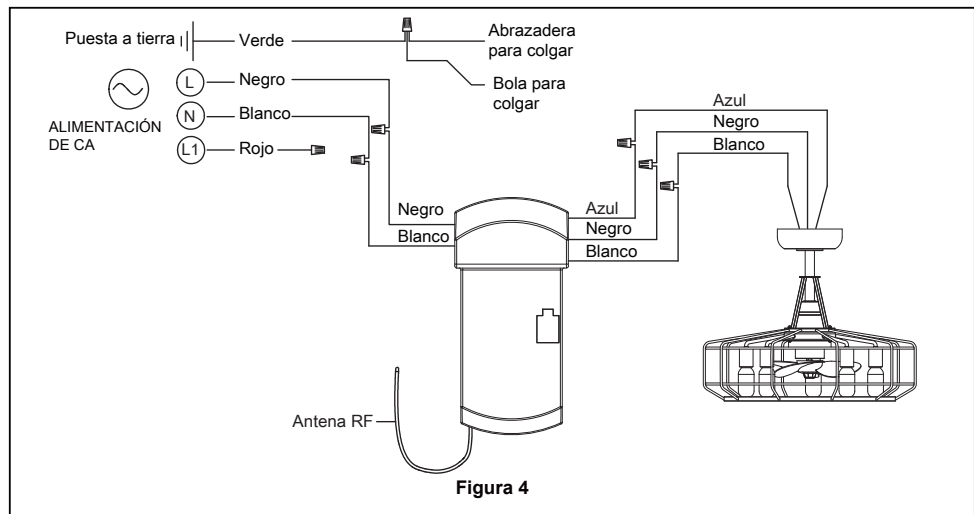

Figura 4
3. Conecte los conductores verdes de la abrazadera para colgar y la varilla al conductor desnudo (a tierra) con el conector de cables. Conecte el conductor negro de la unidad receptora marcado "AC IN L" al conductor negro de alimentación con el conector de cables. Conecte el conductor blanco de la unidad receptora marcado "AC IN N" al conductor blanco de alimentación con el conector de cables. Conecte el conductor blanco de la unidad receptora marcado "TO MOTOR N" al conductor blanco del ventilador con el conector de cables incluido con la unidad receptora. Conecte el conductor negro de la unidad receptora marcado "TO MOTOR L" al conductor negro del ventilador con el conector de cables que se adjunta con la unidad receptora. Finalmente, conecte el conductor azul de la unidad receptora al conductor azul de la iluminación del ventilador con el conector de cables que se adjunta con la unidad receptora. Encierre de forma segura el cable de alimentación rojo con el conector de cables. (Figura 4)